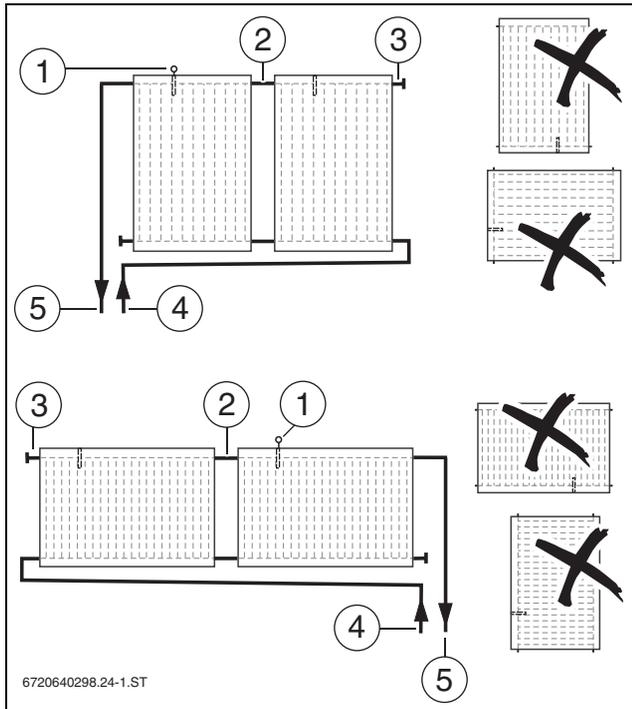

Fig. 13 Disposizione verticale (in alto) e orizzontale (in basso) dei collettori
- Collegare in modo alternato il campo collettore (→ fig. 13).
- Per il montaggio del collettore fare attenzione che il pozzetto ad immersione per la sonda del collettore sia in alto (→ fig. 13 [1]).
- Progettare la posa del cavo della sonda del collettore in modo tale che la sonda del collettore (→ fig. 13 [1]) possa essere montata nel collettore in cui è stata collegata la mandata [5].